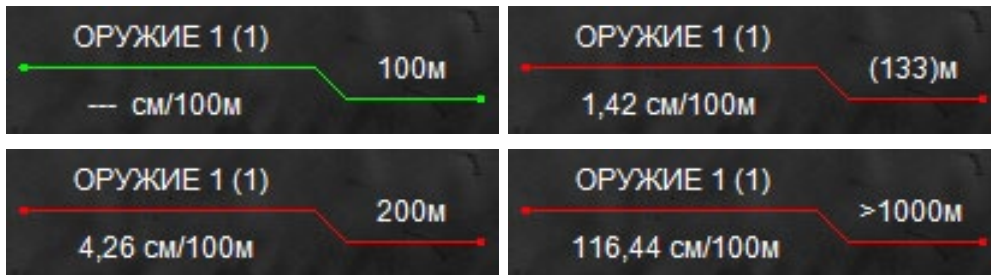

Рисунок 3 – Примеры вариантов вывода дистанции стрельбы
- ❖ Расчет дистанции стрельбы будет произведен автоматически и дистанция выводится в скобках (см. рис. 3), если баллистическая поправка находится в диапазоне введенной баллистической таблицы.